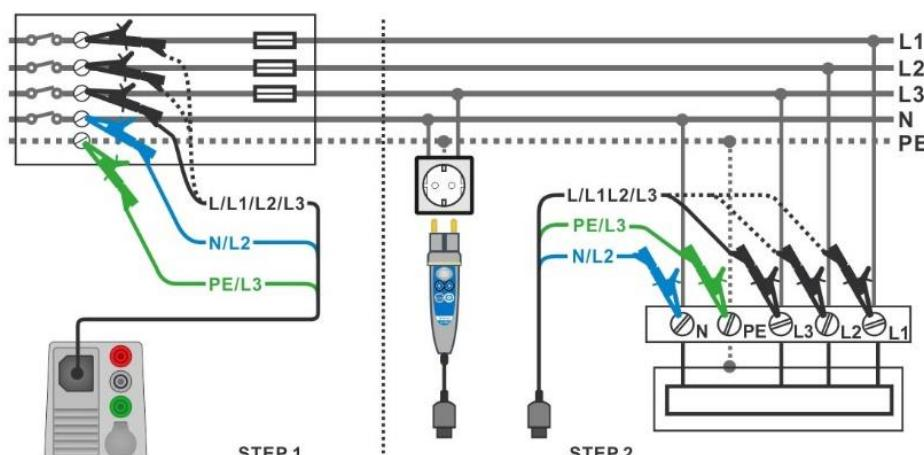

Fig. 4.64: Voltage drop måling – Forbindelse med Plug commander og 3-leder testledninger
- › Forbind 3-leder testledninger til tavlen i den elektriske installation, se **Fig. 4.64**.
- › Forbind 3-leder testledningerne eller Plug commander til test punkterne, se **Fig. 4.64**